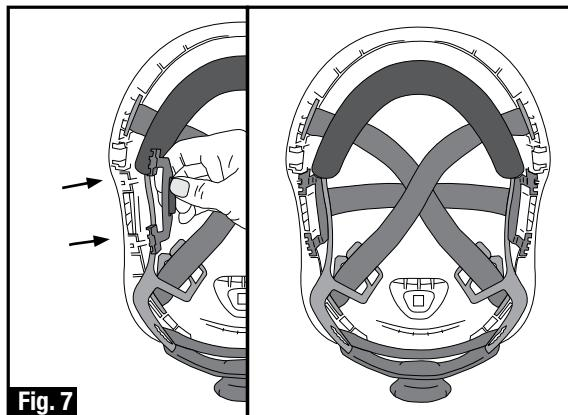

Fig. 7
- Slide strap key into slot as shown and press key fully into slot (Figure 7) – repeat for other side.
- Glissez la sangle dans la rainure comme indiqué et enfoncez-la complètement dans celle-ci (Figure 7) – répétez pour l'autre côté.